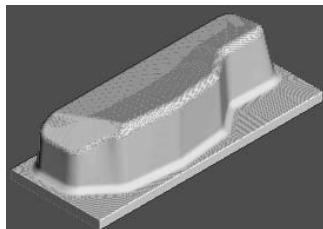

图 5-85 仿真加工结果 4
2) 在“仿真”工具栏的“当前刀具路径”下拉列表中选择要模拟的刀具路径 finish4，然后单击“执行”按钮, 系统开始自动仿真加工，仿真加工结果如图 5-85 所示。